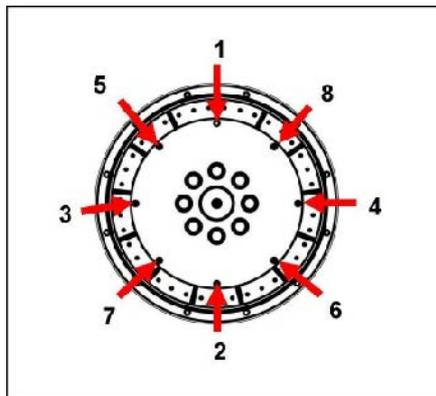

FIGURA 22. SEQUENZA DI FISSAGGIO
10. Serrare i bulloni che fissano il disco di accoppiamento al volano, nella sequenza indicata in Figura 22 a pagina 43.